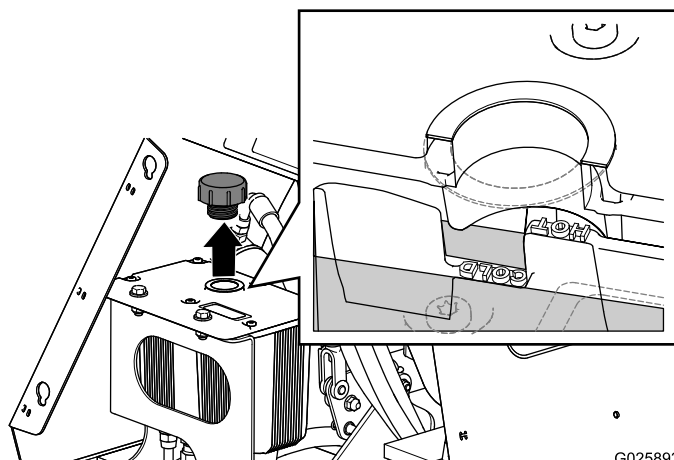

Figure 58
5. Nettoyez la surface autour du bouchon du réservoir hydraulique (Figure 58).
6. Enlevez le bouchon et contrôlez le niveau d'huile hydraulique dans le réservoir (Figure 58).
7. Au besoin, faites l'appoint d'huile hydraulique spécifiée jusqu'à ce que l'huile couvre le repère **COLD** sur la chicane (Figure 58).
8. Remettez le bouchon du réservoir hydraulique et serrez-le bien à la main (Figure 58).